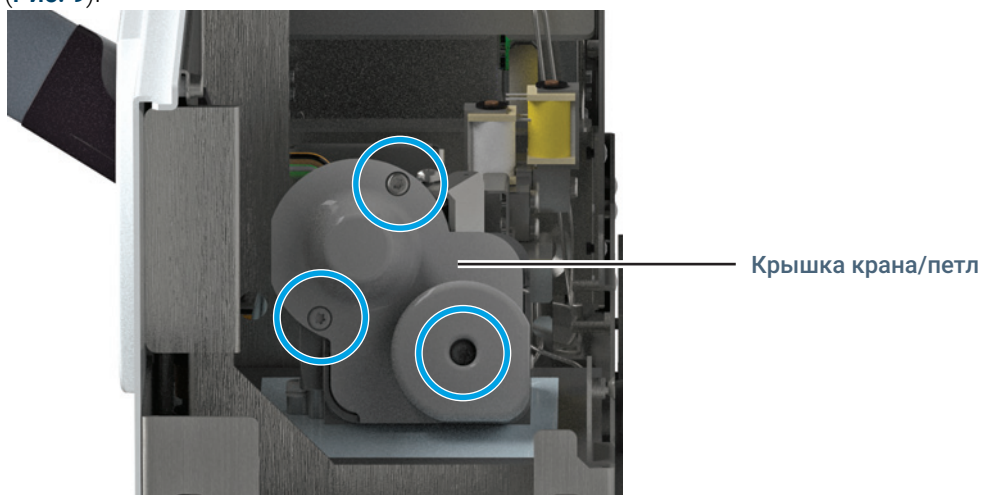

Рис. 9. Крышка крана/петли
- 4 Полностью открутите три невыпадающие винта T-20 Torx на крышке крана/петли (**Рис. 9**).